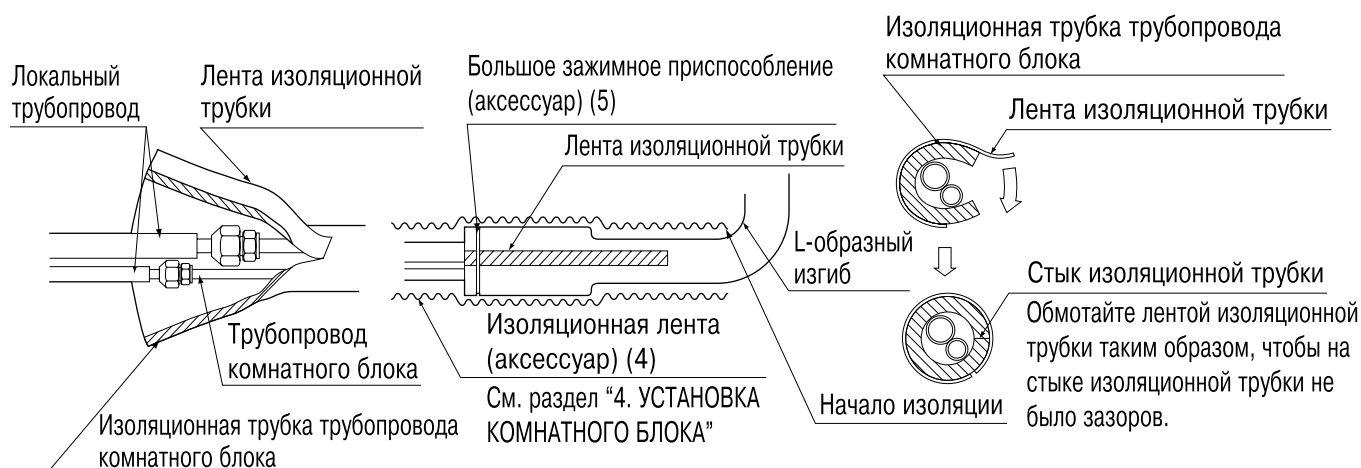

**Рис. 14**
- Если пайка выполняется одновременно с подачей в трубопровод азота, азот необходимо довести с помощью редукционного клапана до 0,02 МПа. **(См. рис. 14)**